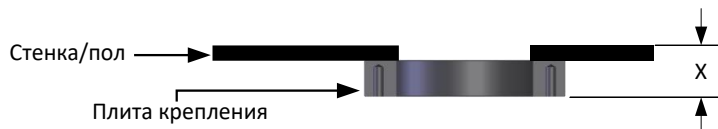

Рисунок 27: Измерение глубины вставки
1. Как только плита крепления будет приварена к отверстию соответствующего размера, следует измерить расстояние от наружной поверхности плиты крепления до внутренней стенки (x) (Рисунок 27).